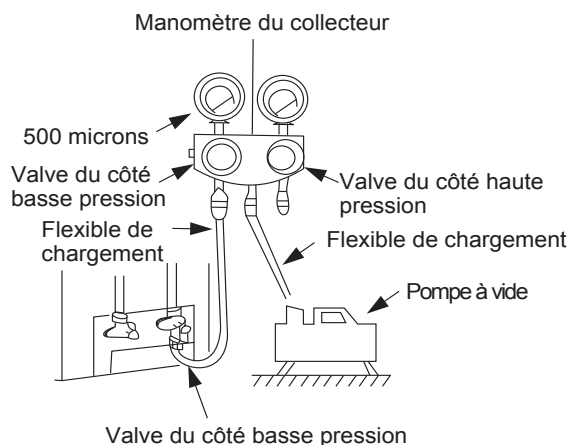

Figure 44 – Collecteur
3. Ouvrez complètement le côté basse pression du collecteur du manomètre (consultez la figure 44).